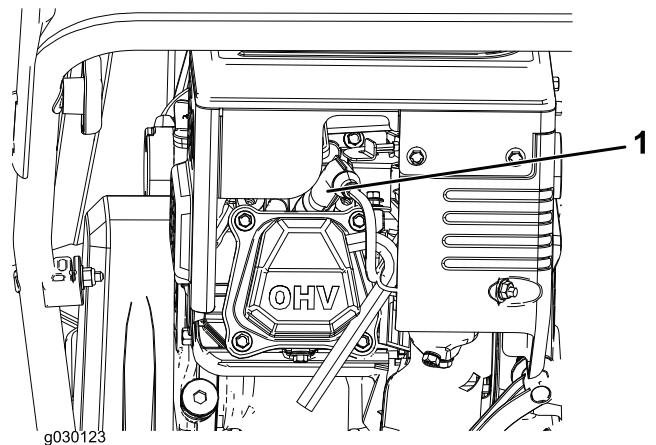

Figure 19
- A. Sortez la jauge et versez lentement de l'huile dans le goulot de remplissage pour faire monter le niveau jusqu'au repère maximum sur la jauge (Figure 19). Ne remplissez pas excessivement.
1. Enlevez le capuchon (Figure 19).